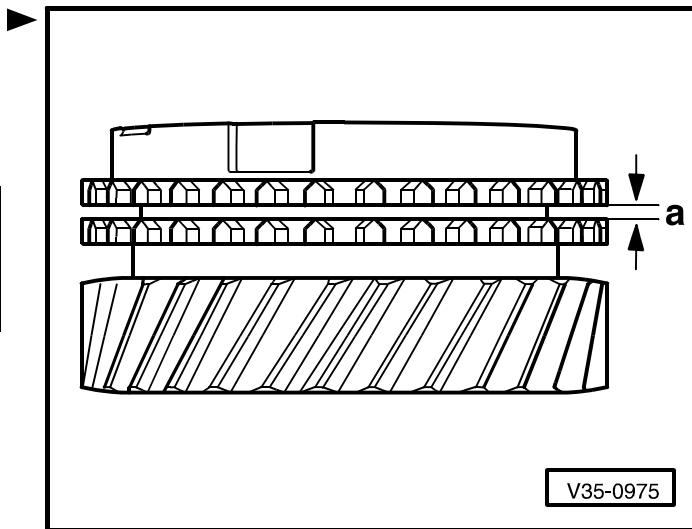

Рис. 10: Запрессовывание каретки синхронизатора со скользящей муфтой для 3-ей и 4-ой передач
- запрессовывание ⇒ Рис. 10 в **35-1** страница 7